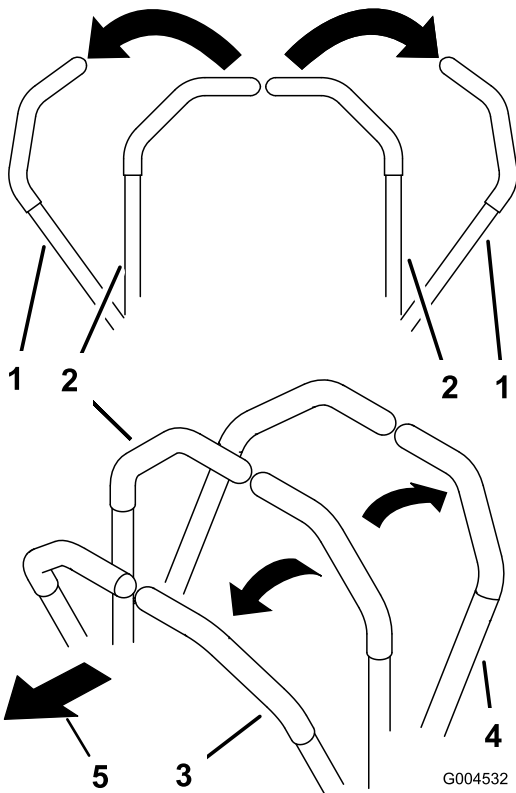

図 21
1. コントロールハンドルをニュートラルロック位置にセットする  図 21。